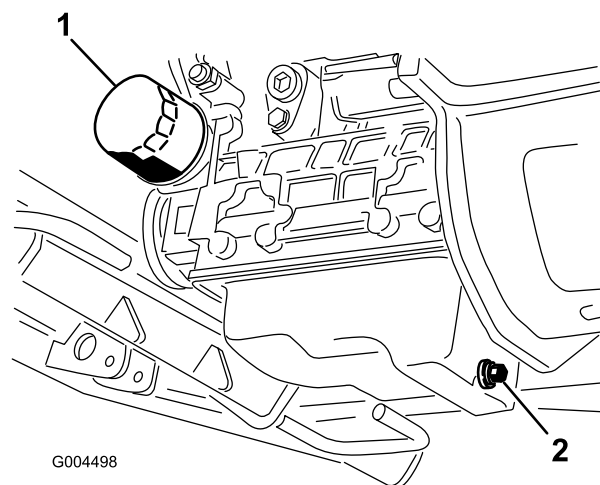

Figura 44
3. Coloque un recipiente debajo del capó, alineado con el tapón de vaciado (Figura 44).
6. Retire el filtro de aceite e instale uno nuevo (Figura 44).